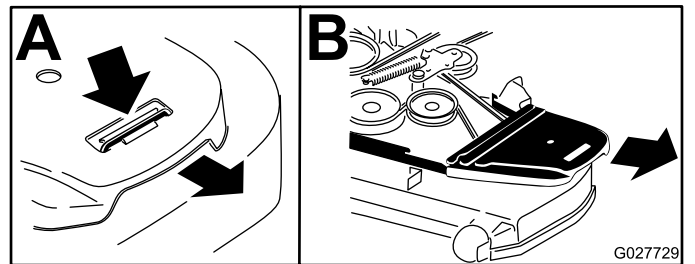

Figure 79
4. Retirez les couvercles de courroie (Figure 79).